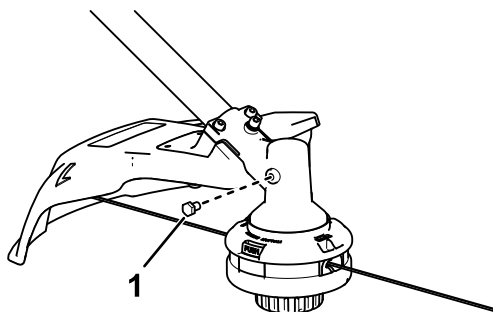

Figura 15
3. Retire el tapón del lateral de la desbrozadora (**Figura 15**).